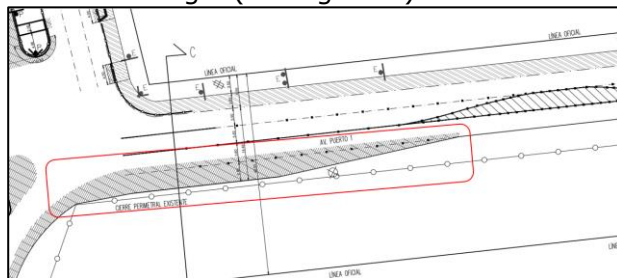
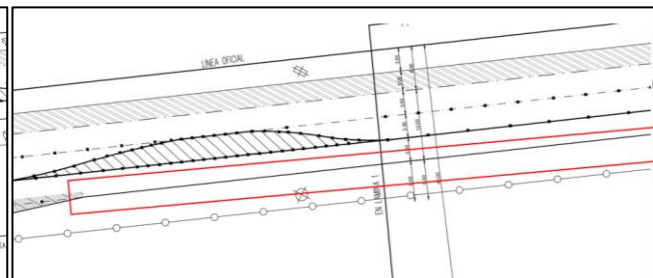

Figura 5
Figura 6
2.9. Indicar en Av. Puerto 1 la distancia correspondiente a la solera proyectada (ver figura 5). Por otro lado, aclarar si en este mismo sector hay solera existente. De ser así corregir simbología (Ver figura 6).